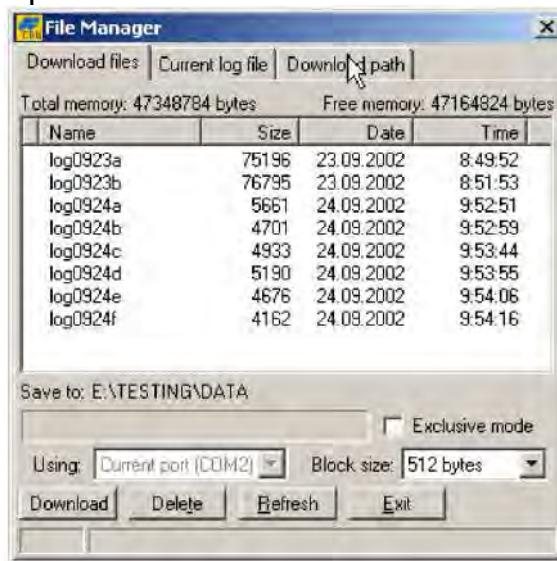

Рисунок 5-10. Выбор файлов для загрузки
- Выберите пункт меню **File > File Manager** (Файл > Управление файлами) и в появившемся диалоговом окне **File Manager** (Управление файлами) выберите вкладку *Download path* (Каталог для загрузки), см. рис. 5-10.